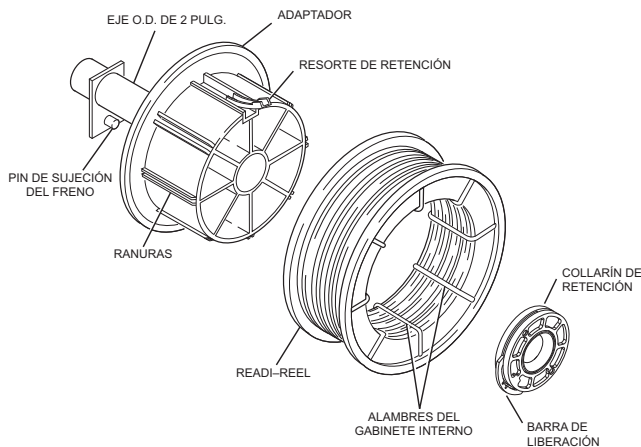

FIGURA B.1
- 1) Aplane la Barra de Liberación en el Collarín de Retención, y remuévalo del eje. Vea la Figura B.1.